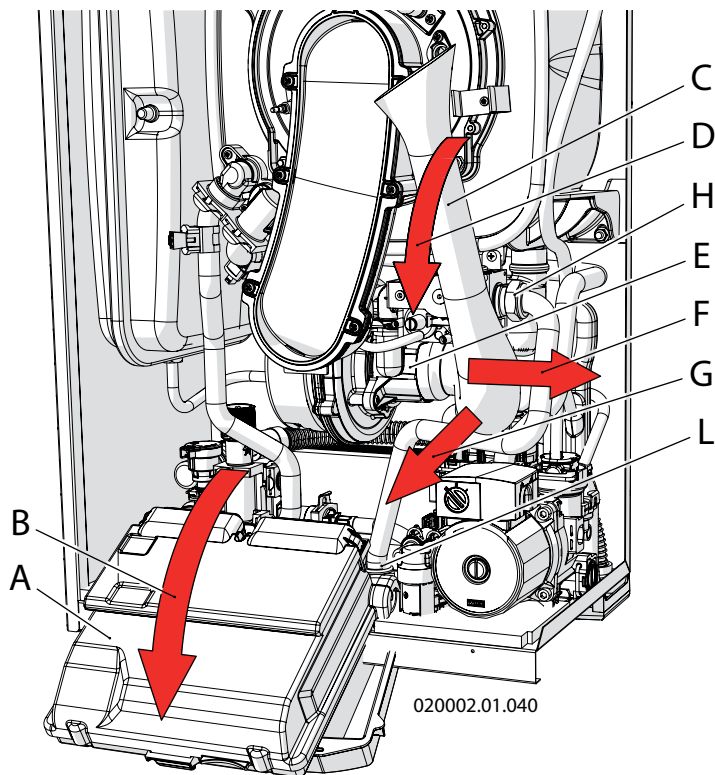

Figura 6.2 - Smontaggio collettore aria
- 13 - Togliere il collettore aria avendo cura di ruotarlo esternamente, quindi sfilarlo dall'imbocco del ventilatore (vedi figura 6.2, particolare "C");
- 15 - Smontare il tubo di ingresso del gas tramite i due raccordi (vedi Figura 6.2, particolari "H" e "L")
- 20 - Rimontare il tubo di alimentazione gas tramite i due raccordi (vedi Figura 6.2, particolari "H" e "L");
- 21 - Rimontare il collettore aria (vedi Figura 6.2, particolare "C");